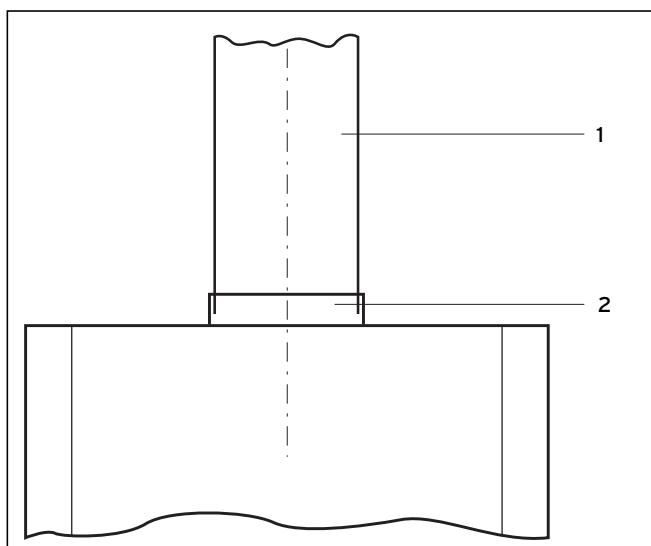

Fig. 5.1 Raccordement du conduit d'évacuation des produits de combustion
- Insérez le conduit d'évacuation des produits de combustion (**1**) dans son raccord (**2**) au niveau de la coupe tirage ; voir fig. 5.1, Raccordement du conduit d'évacuation des produits de combustion.